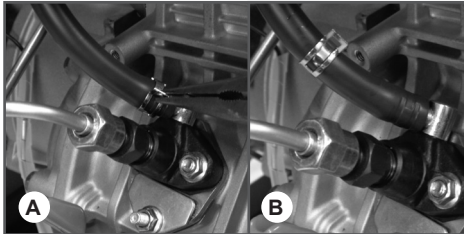

Рис. 9 Хомут топливного шланга
2. Сожмите плоскогубцами хомут топливного шланга со стороны топливного насоса (Рис. 9А) и сдвиньте хомут в сторону (Рис. 9В).
- Рычаг включения двигателя на панели рычагов (Рис.9) переведите вправо до щелчка (фиксации).
4. Рычаг включения двигателя на панели рычагов (Рис.9) переведите вправо до щелчка (фиксации в положении «Работа»).